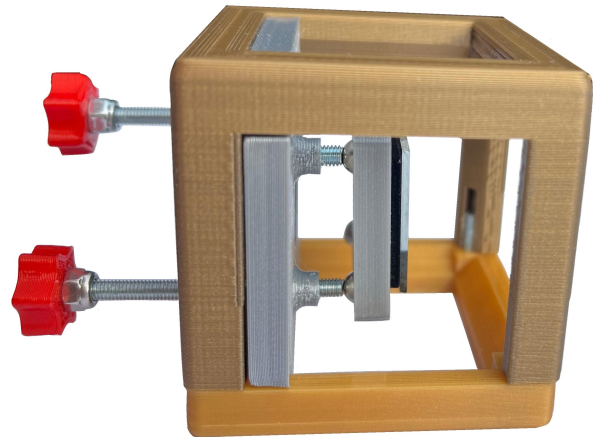

Abb. 13: Fertiger Würfel
- (15) Setzen Sie die FERTIGE SPIEGELPLATTE vorsichtig mit den Magneten auf die 3 Schrauben im Würfel (Abbildung 13).